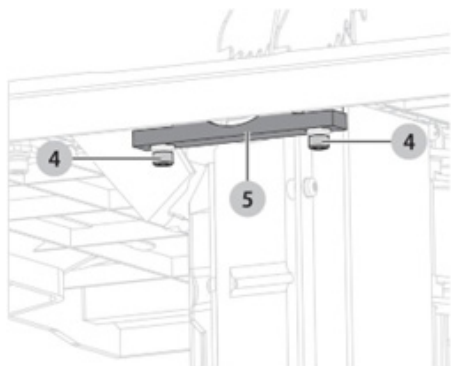

Рис. 42
Открутите два винта 4 (рис. 42) с помощью шестигранного ключа размером 5 мм (не входит в комплект поставки), отрегулируйте крепежную пластину (6) влево или вправо, пока диск не встанет параллельно пазу.